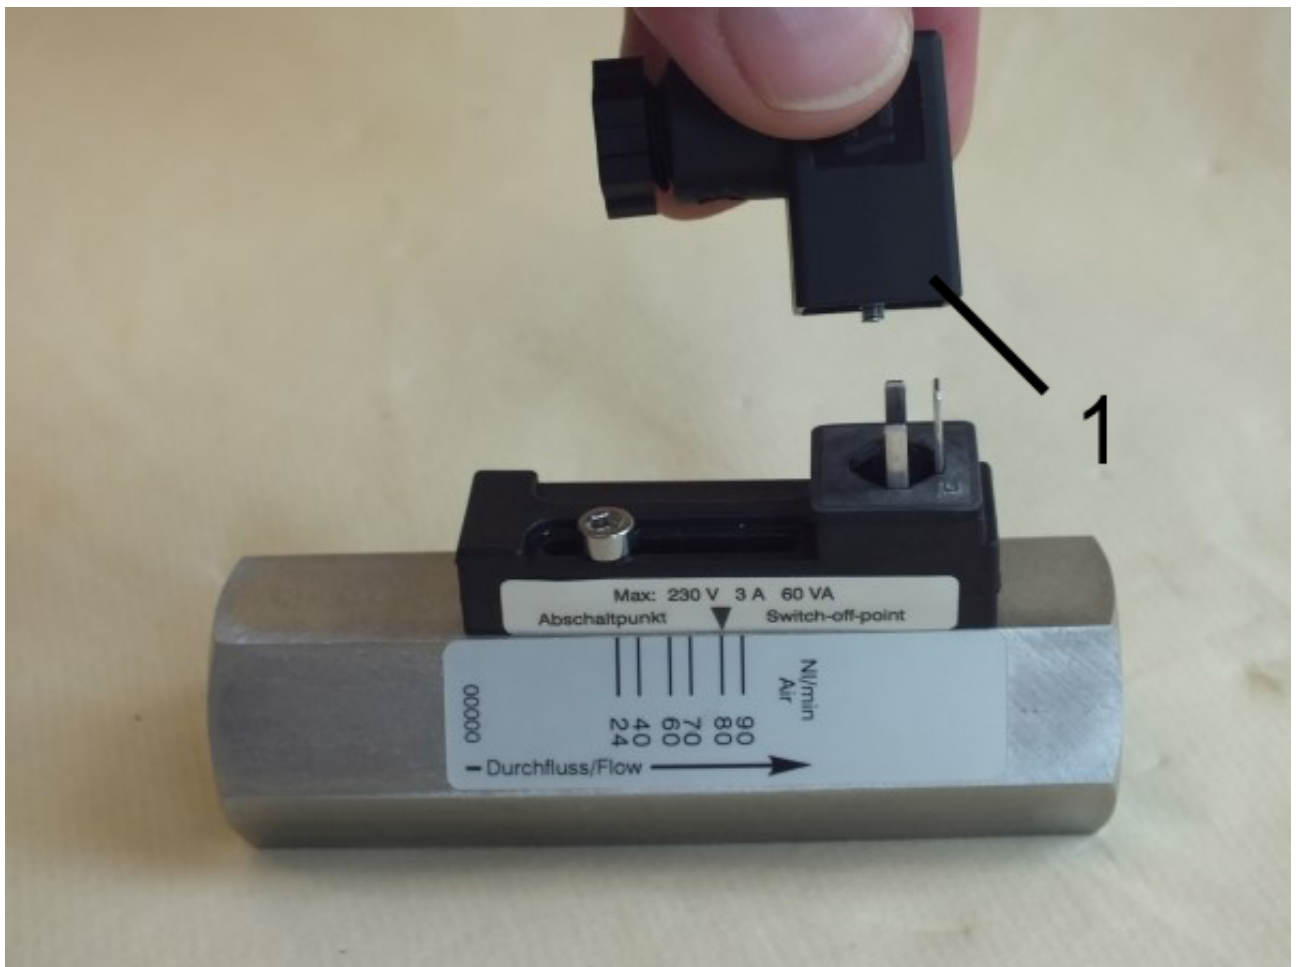

Abb. 22: Steckerdose abziehen
2. ➤ Steckerdose (Abb. 22/1) abziehen